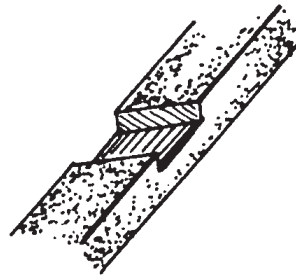

Figura 7
- Para hacer la canal, sigue los pasos que mencionamos en el ensamble anterior (figura 7).